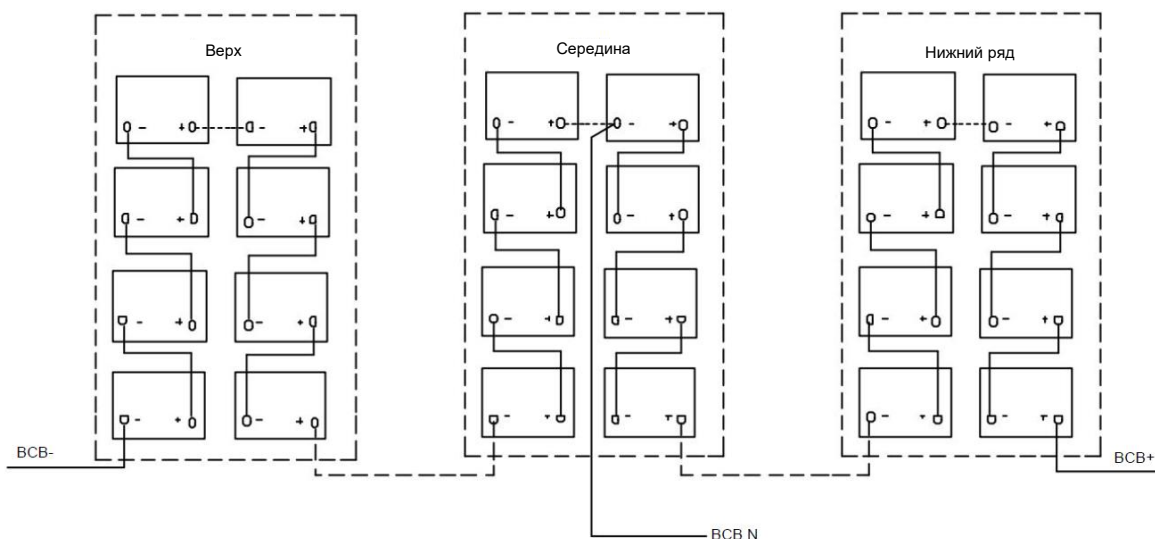

Рисунок 7-3. Схема подключения батареи
8. При подключении батарей см. схему подключения на рис. 7-3.